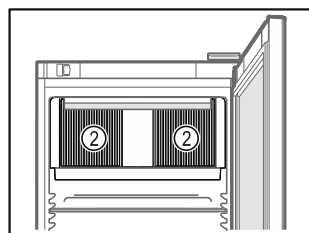

Fig. 56
- Lüftungsschlitze Fig. 56 (2) des Umluftgebläses im Innenraum freihalten.